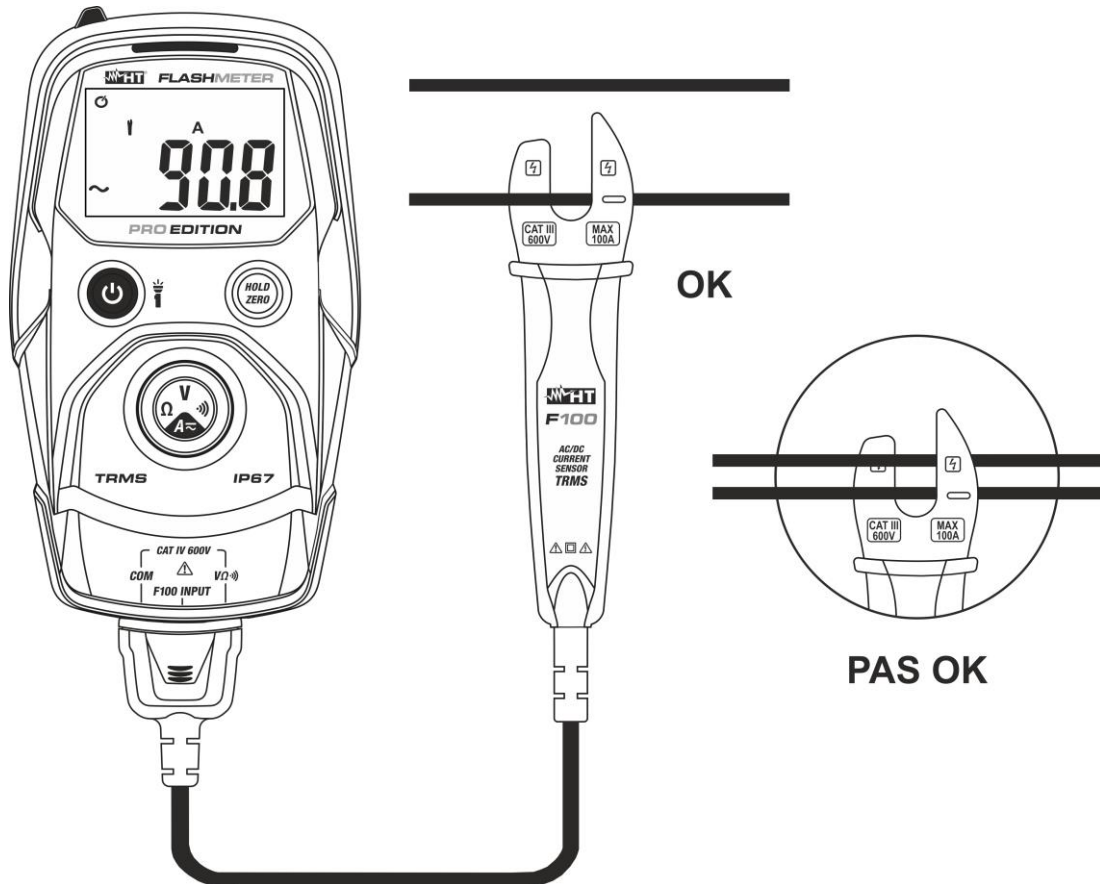

Fig. 7: Utilisation de l'instrument pour la mesure de la Courant CC/CA
- Connecter la pince F100 au conducteur à tester (voir Fig. 7) en faisant attention au symbole de flèche "**➡**" à l'intérieur du tore pour indiquer le sens positif du courant et en le positionnant au centre du tore afin d'obtenir une mesure précise. La valeur actuelle s'affiche à l'écran
- L'affichage du symbole "**-**" sur l'écran de l'instrument indique que la courant a une direction opposée par rapport à la connexion de la Fig. 7